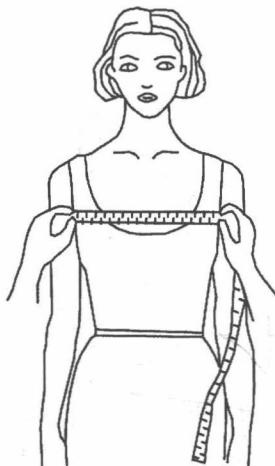

图 1-13 人体胸宽测量
(11) 胸宽 测量胸部左右前腋点之间的长度，如图 1-13 所示。